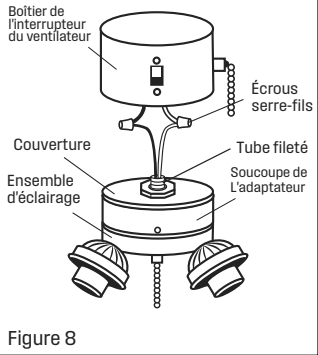

Figure 8
L'installation universelle est généralement appropriée pour tous les ventilateurs. Cette méthode utilise le capuchon du boîtier de l'interrupteur et un tube fileté externe pour effectuer l'installation de l'ensemble d'éclairage (Voir figure 8). Cette installation est sélectionnée lorsque les deux autres méthodes ne donnent pas de bons résultats. Veuillez vous reporter à la section d'instruction intitulée. Installation universelle. Veuillez consulter l'information à la fin de ce manuel se rapportant à votre ensemble d'éclairage particulier.
6. Connecter ces fils à ceux de l'ensemble d'éclairage à l'aide des écrous serre-fils déjà montés (Voir figure 8). Fil blanc (gris) au fil blanc et fil bleu (rouge) au fil noir.